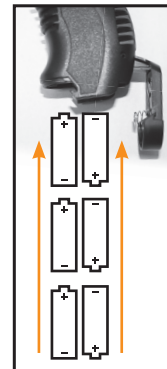

Ilustración 4
- Inserte 6 baterías AA en el compartimento de las baterías (ilustración 4).